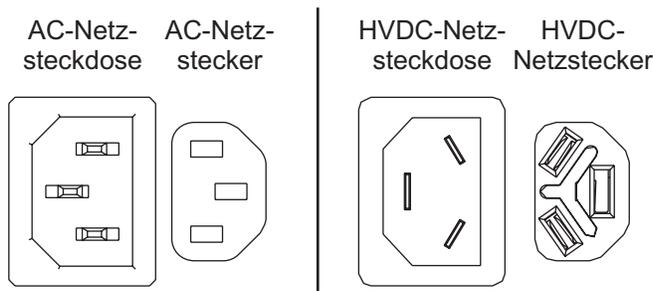
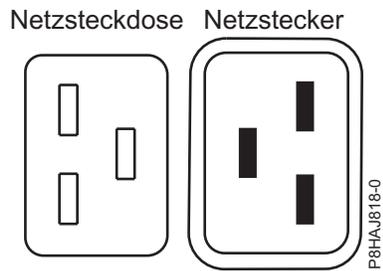
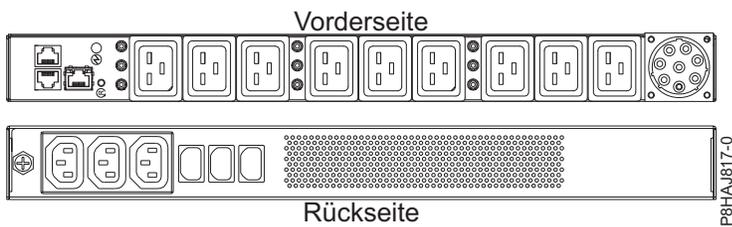

Abbildung 45. AC- und HVDC-Anschlüsse
Abbildung 46. Anschlüsse beim System vom Typ 8408-44E
Abbildung 47. PDU beim System vom Typ 8408-44E
2. Schließen Sie die Netzkabel (A) wieder an die Systemeinheit an. Siehe Abbildung Abb. 48 auf Seite 61, Abb. 49 auf Seite 62 oder Abb. 50 auf Seite 62 (abhängig von Ihrem Systemtyp). In Abb. 45 werden die unterstützten Anschlüsse für den Wechselstrom (Alternate Current, AC) und den Hochspannungs-gleichstrom (High Voltage Direct Current, HVDC) dargestellt. In Abb. 46 auf Seite 61 und Abb. 47 auf Seite 61 werden die unterstützten Anschlüsse und die unterstützte Stromversorgungseinheit für das System vom Typ 8408-44E dargestellt.